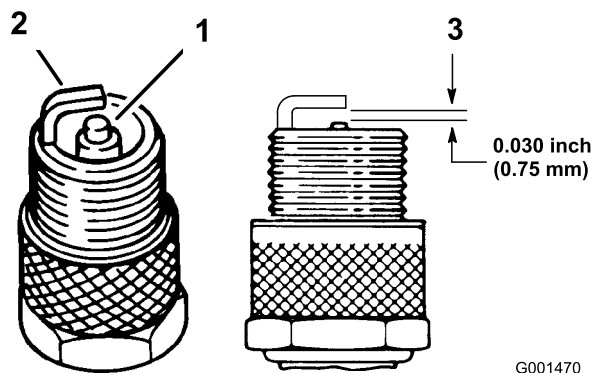

図 30
3. 電極 (側面と中央) と碍子の状態を点検する (図 30)。
4. エアギャップを 0.76 mm に調整する (図 30)。点火プラグをエンジンに取りつけて、14 ft-lb. (20 Nm=2.0 kg.m) にトルク締めする。